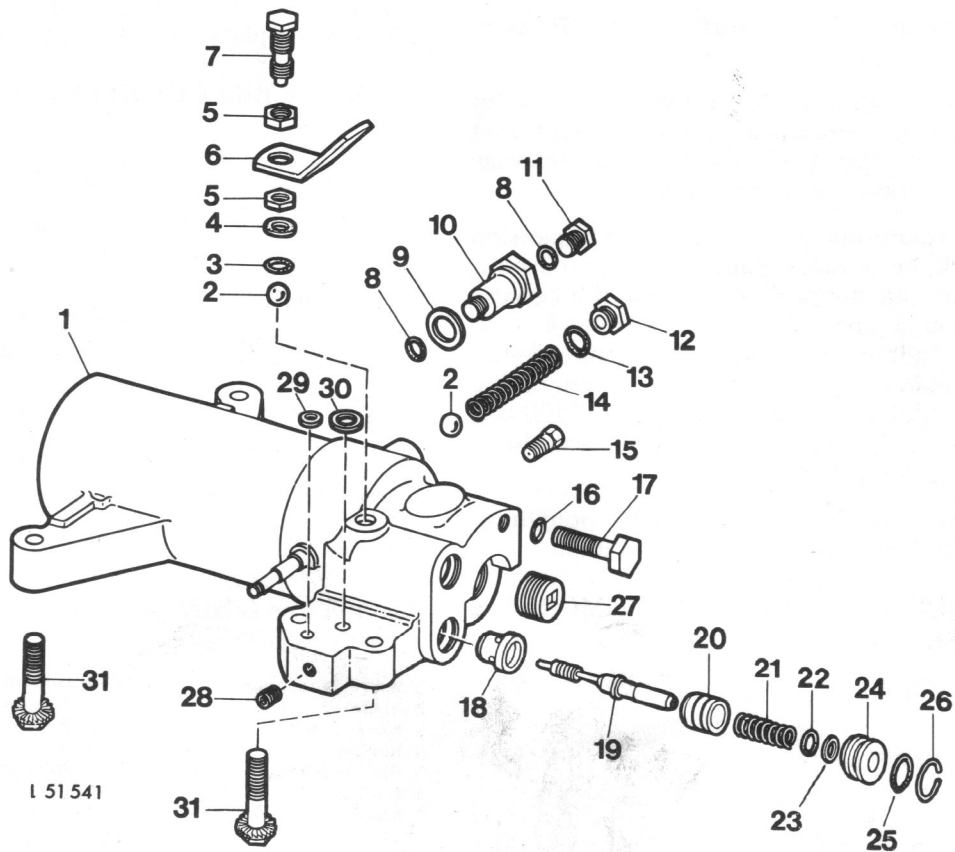

Fig. 2 — Vue éclatée du vérin et de son distributeur
*NOTE: Si le piston ne sort pas facilement du vérin, enlever le bouchon 27 (fig. 2) pour faciliter la sortie.*
Enlever le bouchon 12 (fig. 2) du clapet antiretour et sortir du carter le ressort 14 et la bille 2.